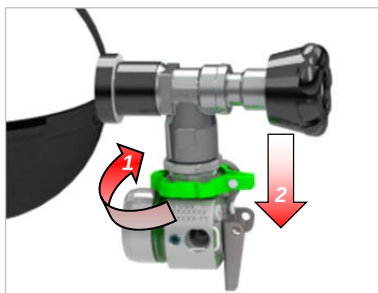

Bild 24 Ta loss en flaska med *alphaCLICK 2*
- (3) Stäng tryckluftsflaskans ventil/ventiler och släpp ut luften ur tryckluftssystemet på den bärbara tryckluftsapparaten (SCBA) genom lungautomaten.
- (4) För tryckluftsflaskor med *alphaCLICK 2* ska ratten på kopplingens sida (pil 1) först vridas medsols (→ Bild 24) och sedan, när det tar stopp, ska den tryckas nedåt mot reduceringsventilen (pil 2).